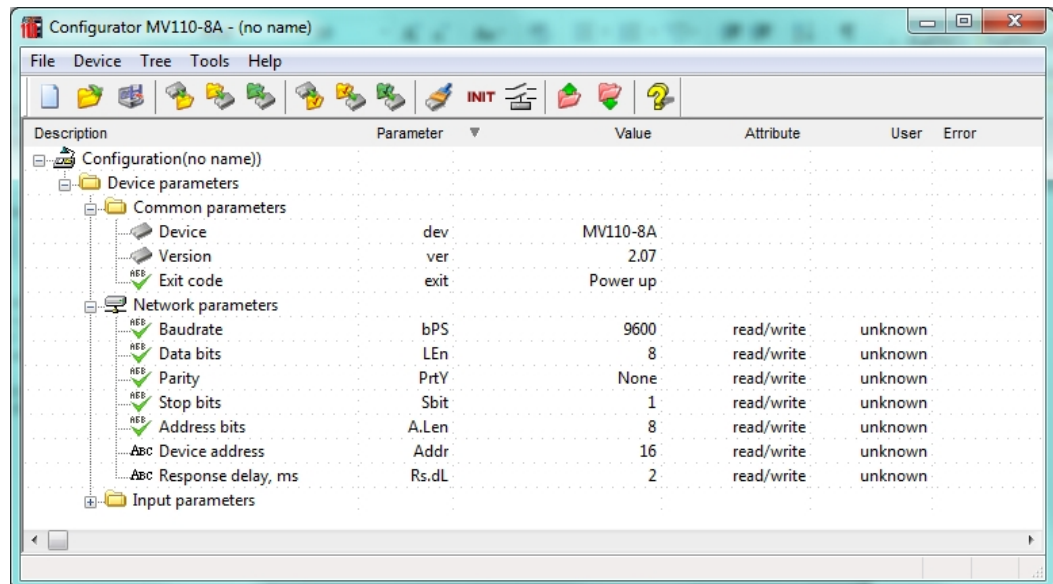

Fig. 7.2 Ventana principal del "M110 Configurator"
- Los parámetros de comunicación almacenados en el módulo podrán ser leídos. (ver Fig. 7.2)